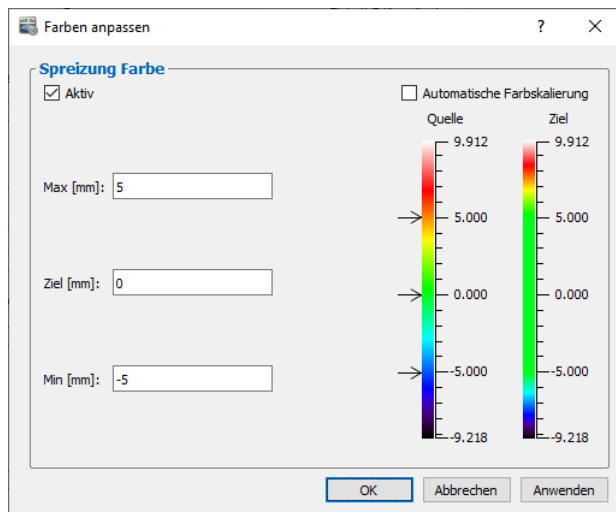

Abb. 3.39: Dialog „Farbe anpassen“
- **Oberflächen-Farben anpassen:** Sie können die gewählte Farbpalette spreizen und Ihren Bedürfnissen anpassen (siehe Abb. 3.39). Dabei wird der Zielfarbwert zwischen der Ober- und Untergrenze gespreizt. Die außerhalb der Ober- und Untergrenze liegenden Farbwerte werden zusammengestaucht.